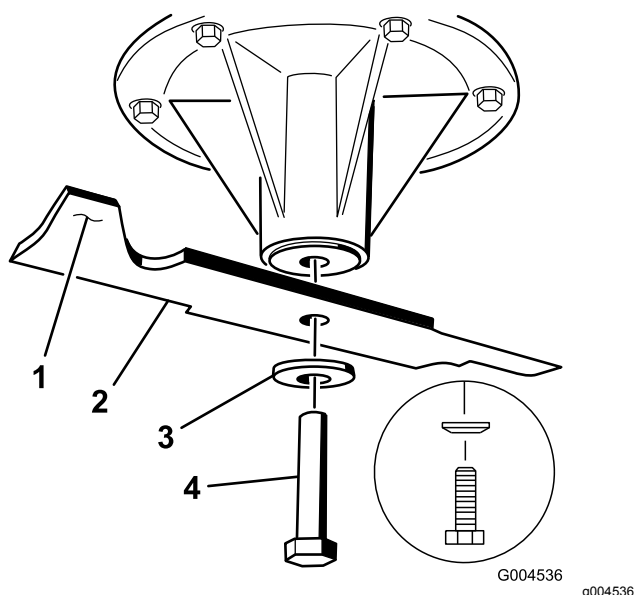

Figure 98
2. Enlevez de l'axe, le boulon, la rondelle bombée et la lame (Figure 98).
Remarque: Si la lame est déséquilibrée, limez un peu l'extrémité de l'ailette seulement (Figure 98).